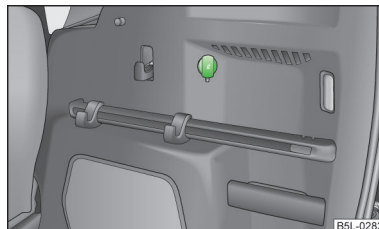

Fig. 85
Nel bagagliaio » fig. 85.
- Aprire il coperchio della presa » fig. 85.